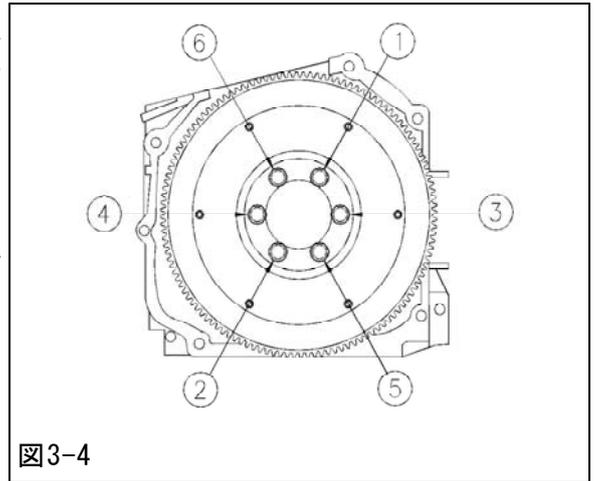

図3-4
- 3-4. フライホイールボルト（6本）を用いてフライホイールをカウンタ・ウェイトに取付け、対角線上（図の番号順）に規定トルクで締付けて下さい。（図3-4）（P3×1, P5×6）